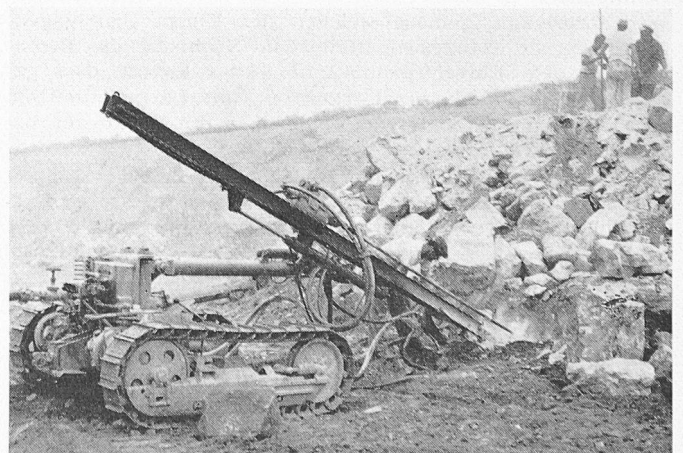

Bild 4. Universalbohrwagen Ingersoll-Rand Crawl-IR
*Universalbohrwagen Ingersoll-Rand Crawl-IR* (Bild 4), laffertiert auf pressluftangetriebenem Raupenchassis zum Bohren von Löchern in jeder Richtung, Gewicht mit Bohrmaschine D 45 3,1 t.